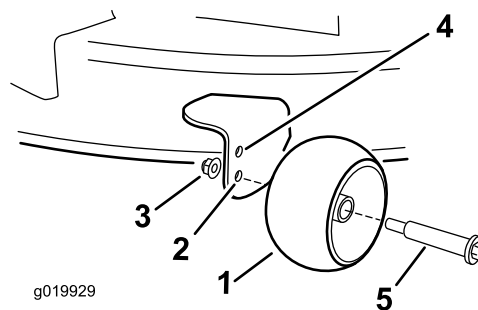

Figura 28
- Orificiul superior - utilizați această poziție cu puntea mainii de tuns iarba în pozițiile de 63 mm și sub pozițiile aferente înălțimii de tăiere (Figura 28).
mm și deasupra pozițiilor aferente înălțimii de tăiere (Figura 28).